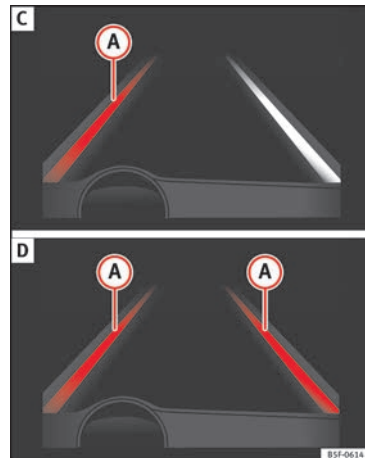

Fig. 218 Sur l'écran du combiné d'instruments : indication sur l'écran de l'assistant de maintien de voie (exemple 2).
- Le système est en cours d'utilisation, la ligne en surbrillance **A** indique qu'il y avait un risque de dépasser la ligne de la voie involontairement et qu'il agit sur la direction pour corriger la trajectoire » **fig. 218 C**.
- Les deux lignes en surbrillance **A** s'allument en même temps quand les deux lignes de la voie sont reconnues et quand la fonction de guidage adaptatif est activée » **fig. 218 D**.